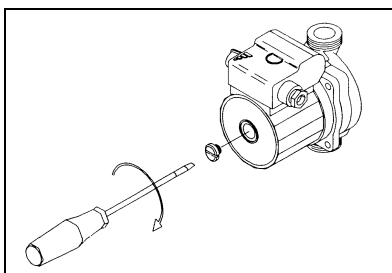

Fig. 3-2
- si vous n'utilisez pas la chaudière pour un certain temps, vérifier que l'arbre moteur du circulateur ne soit pas bloqué.(voir Fig. 3-2):